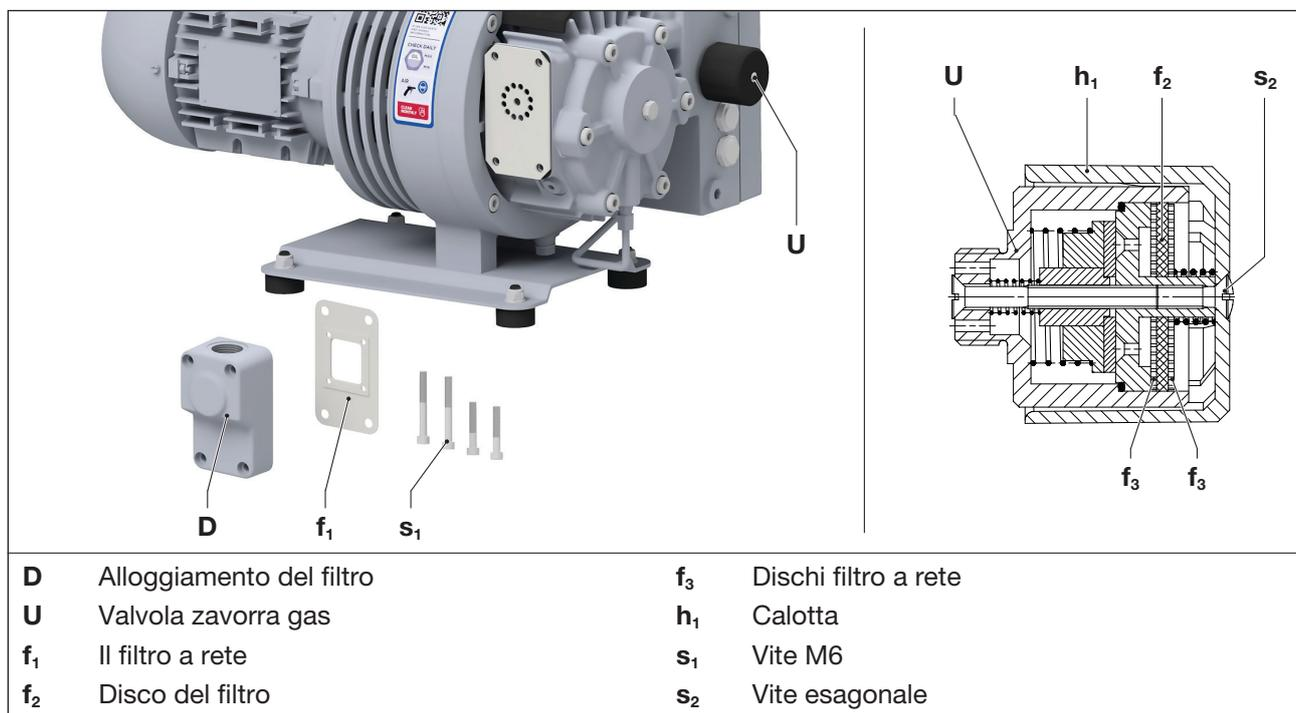

Fig. 6 Filtro a rete e valvola di zavorramento gas
Il filtro a rete (Fig. 6/f₁) nel raccordo del vuoto deve essere lavato o soffiato più o meno frequentemente in base al grado di sporcizia, oppure deve essere sostituito.
- Rimuovere l'alloggiamento del filtro (Fig. 6/D) dalla pompa dopo aver allentato le viti (Fig. 6/s₁).
- Rimuovere il filtro a rete (Fig. 6/f₁) dall'alloggiamento (Fig. 6/D) e pulirlo.
- Reinserire il filtro a rete (Fig. 6/f₁) nell'alloggiamento del filtro (Fig. 6/D) e fissare l'alloggiamento del filtro alla pompa con le viti (Fig. 6/s₁) Coppia: 10 Nm
Le pompe funzionano con una valvola zavorra gas (Fig. 6/U). Il disco del filtro integrato (Fig. 6/f₂) deve essere pulito in base al grado di sporcizia del mezzo da filtrare con maggiore o minore frequenza.
- Allentare la vite a testa svasata (Fig. 6/s₂) e rimuovere la calotta in plastica (Fig. 6/h₁).
- Pulire il disco del filtro (Fig. 6/f₂) e i due dischi del filtro a rete (Fig. 6/f₃) soffiandoli o sostituirli.
- Inserire il disco del filtro (Fig. 6/f₂) tra i dischi del filtro a rete (Fig. 6/f₃) e inserirlo nella valvola.
- Rimettere il coperchio di plastica (Fig. 6/h₁) e fissare nuovamente la valvola zavorra gas alla pompa del vuoto con la vite a testa svasata (Fig. 6/s₂). Stringere la vite svasata a mano.